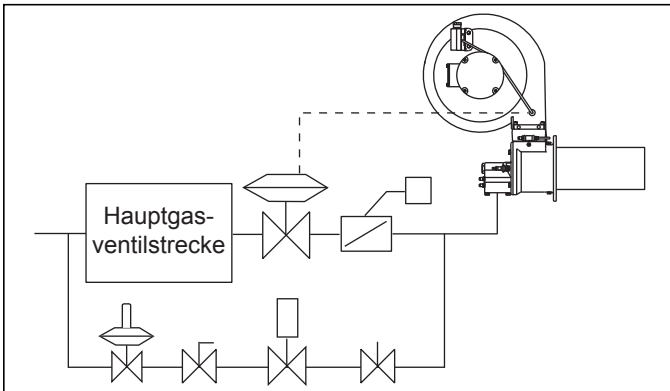

Abbildung 3.8 Bypass-Gasdruckregler mittels eines unabhängigen Druckreglers
- Stellen Sie einen Bypass-Gasdruckregler bereit. (Siehe Abb. 3.8).